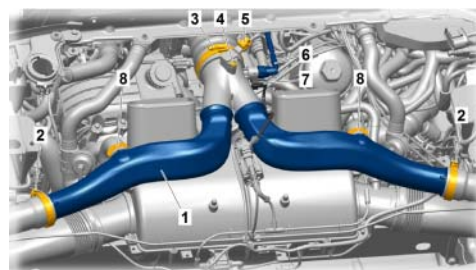

Bild 10
- 2.8 Druckrohr $\Rightarrow$ Bild 10 -1- ausbauen. $\Rightarrow$ Reparaturleitfaden '214119 Druckrohr aus- und einbauen'